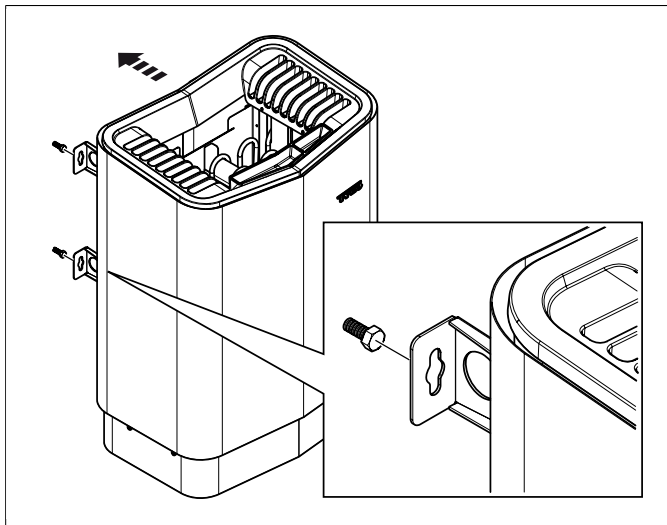

Рисунок 12: Подвесьте устройство.
9. Закрепите устройство за винты см. **Рисунок 12**, страница 6.